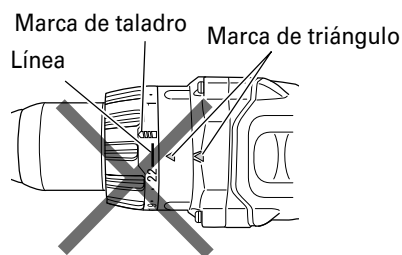

Fig. 11
- Evite usar la unidad con el número del dial del embrague entre "22" y la línea provista en el medio de la marca del taladro "▲". Si lo hiciese, se podrían producir daños (Consulte la Fig. 11).